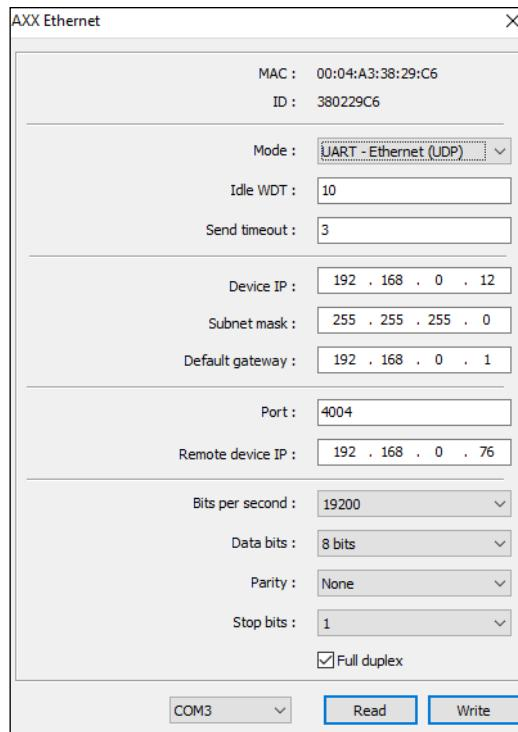

Рис. 5 Скриншот окна «Главного меню» при конфигурировании модуля для работы в составе ИСО-777, АСПС
3) запустить ПО на ПЭВМ, дважды кликнув на значок исполняемого файла «IEP.exe». При запуске программы развернется окно «Главного меню» (см. рисунок 5);